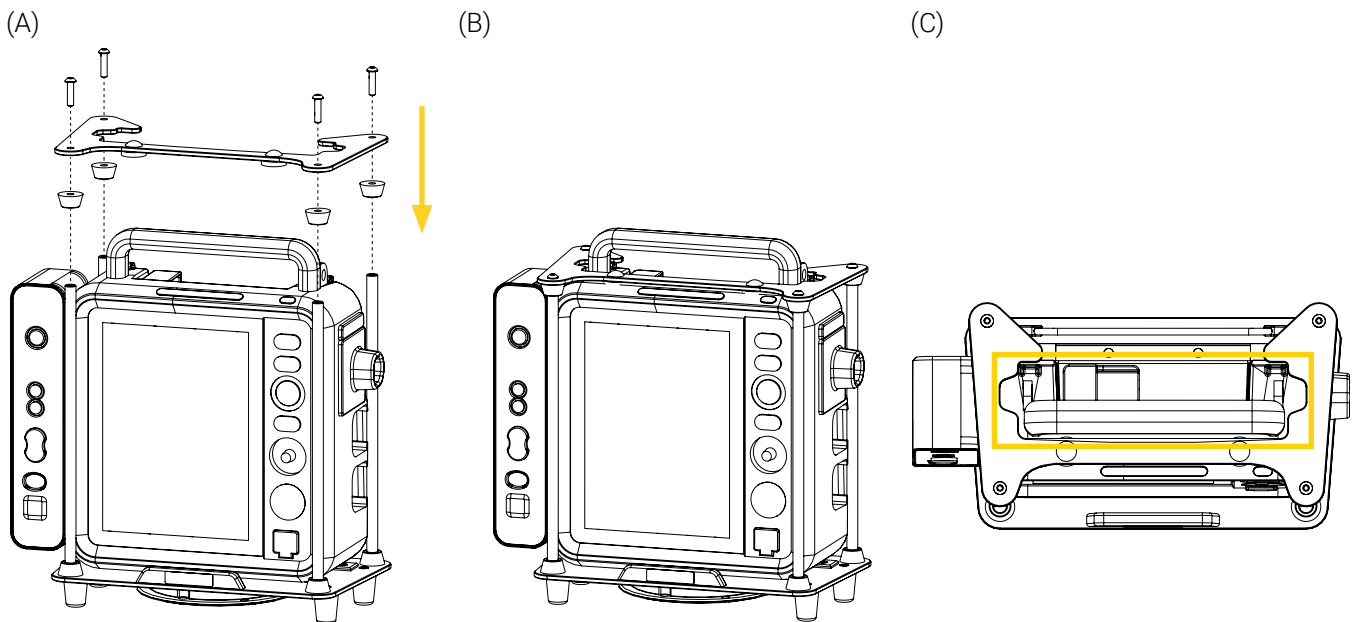

Figure 10: Réinstallation de la plaque supérieure
- Aligner et placer les quatre (4) embouts, suivi de la plaque supérieure par-dessus les tiges, puis serrer les quatre (4) vis à tête cylindrique à six-pans creux 1/4 po-20 X 1 po en alternance à l'aide d'une clé hexagonale 5/32 po (Figure 10).
REMARQUE : Dans la bonne orientation, la plaque supérieure devrait épouser les formes de la poignée de l'appareil médical et les œillets de la bandoulière (Figure 10 C). Seul les deux (2) butées sous la plaque devraient être en contact avec l'appareil médical.